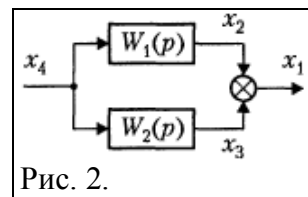

Рис. 2.
**Параллельным** называют соединение, когда на входы звеньев подается одна и та же величина, а выходная величина равна сумме выходных величин отдельных звеньев (рис. 2).